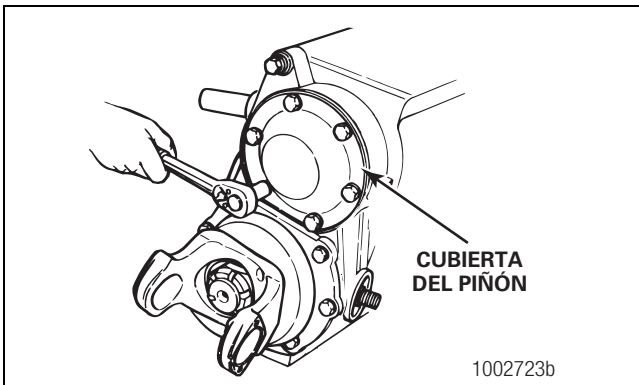

Figura 3.18
2. Retire los tornillos prisioneros y las arandelas que sujetan la cubierta del piñón de mando al portadiferencial. Retire la cubierta. Retire todo material de la junta de la cubierta y del portadiferencial. Figura 3.18.